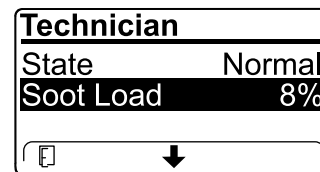

Figura 32
- Vea la carga de hollín que se mide como porcentaje del hollín del DPF (Figura 32); consulte la tabla de carga de hollín.